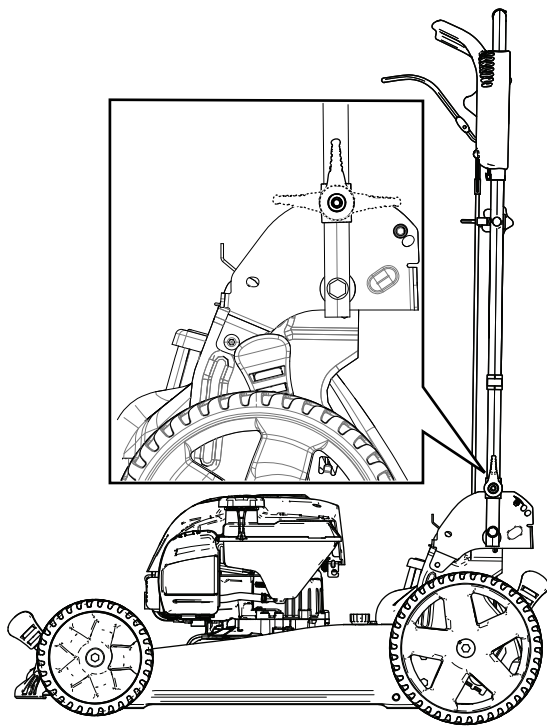

Рисунок 22
2. Сложите рукоятку вперед, установив ее в вертикальное положение или в положение упора вперед, как показано на Рисунок 22.